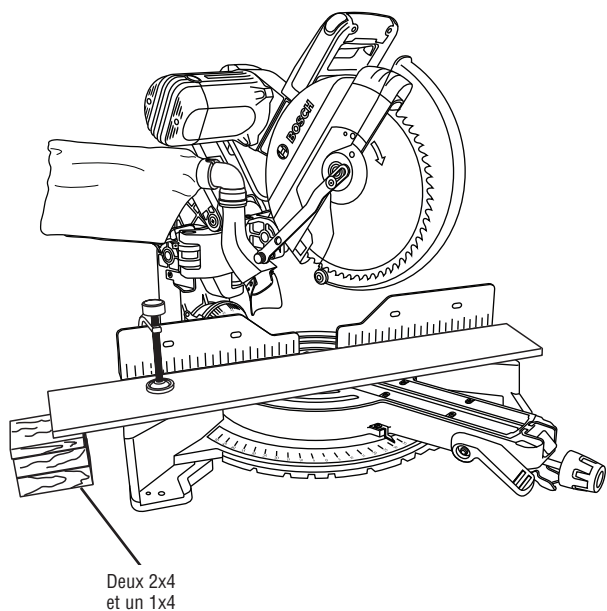

Figure 35. Bloc de support
**Blocs** — Les pièces longues ont besoin d'être mieux soutenues. La hauteur de base (3-3/4 po) est conçue en fonction du bois d'œuvre standard de deux 2x4 et un 1x4. On peut utiliser des planches de ces épaisseurs pour créer des rallonges de support auxiliaires pour les ouvrages longs (voir Figure 35).